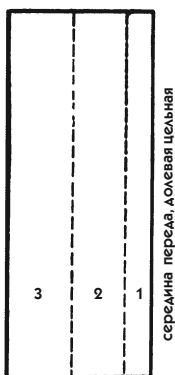

Рис. 191
- Отложите мерки от срединной линии и проведите параллельные линии от одного края лекала до другого (рис. 191). В нашем примере первая линия проведена на расстоянии 3 см от середины, а вторая — на расстоянии 6 см от нее.
Закончите задание по рис. 191, формируя соответствующие фалды (для примера считайте 3 см, так как ширина складки равна 6 см по линии талии).